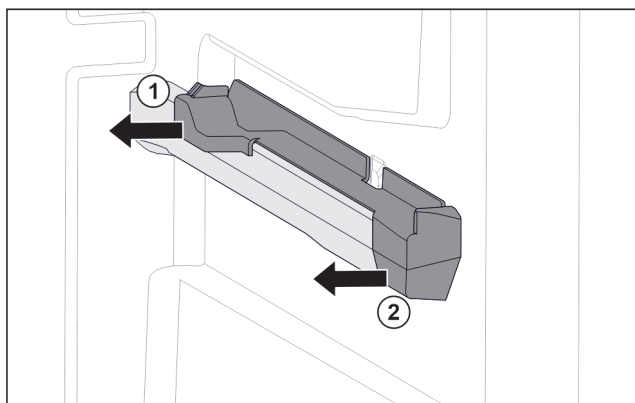

Fig. 61 Påsætningsdel på den højre beholderrist
- Træk den bageste del af påsætningsdelen af og til siden. Fig. 61 (1)
- Træk den forreste del af påsætningsdelen af og til siden. Fig. 61 (2)